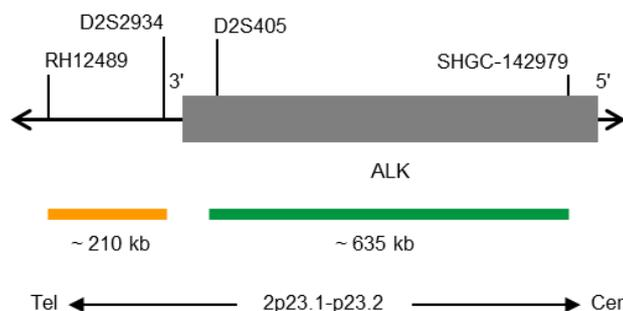

Fig. 1 : Carte de la sonde SPEC ALK (pas à l'échelle)
- Polynucléotides marqués au ZyGreen (excitation 503 nm/émission 528 nm) (~10 ng/ $\mu$ l), qui ciblent des séquences cartographiées en 2p23.1-p23.2\* (chr2:29,460,144-30,095,822) à proximité de la région du point de rupture ALK (voir figure 1).
- Polynucléotides marqués au ZyOrange (excitation 547 nm/émission 572 nm) (~4,5 ng/ $\mu$ l), qui ciblent des séquences cartographiées en 2p23.2\* (chr2:29,174,204-29,383,335) distales de la région du point de rupture ALK (voir figure 1).